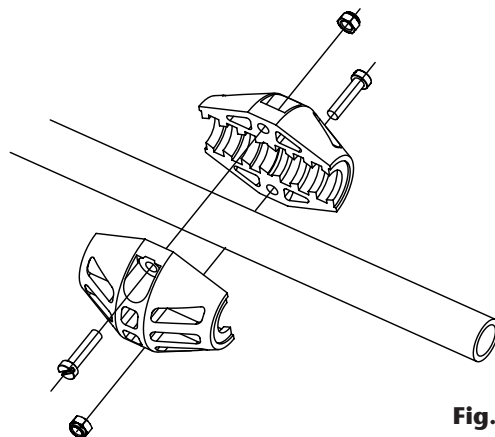

Fig. 6
4. Pass the hose end through the roller outlet to the desired length, lock the spool with the ratchet in the nearest position and place the hose stopper. (fig. 6).
4. Pase el extremo de la manguera a través de la salida para manguera la longitud deseada y deje el tambor trincado en la posición más cercana, finalmente coloque el tope manguera (fig. 6).
7. Pass the hose end through the roller outlet to the desired length, lock the spool with the ratchet in the nearest position and place the hose stopper (fig. 6).
7. Pase el extremo de la manguera a través de la salida para manguera la longitud deseada y deje el tambor trincado en la posición más cercana, finalmente coloque el tope manguera (fig. 6).